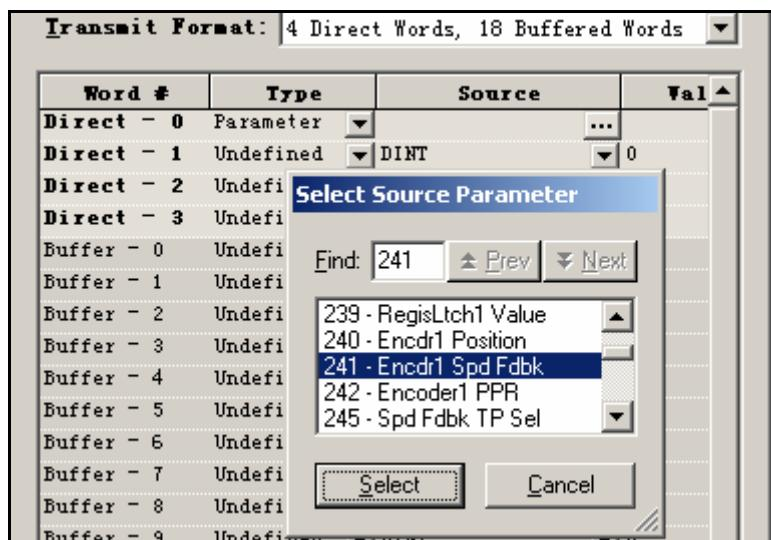

图 6-25 配置在 Direct Word-0
10) 在 Direct Word-0 一项中，选择 Parameter 作为 Type。然后在 Source 中，点击 ，选择参数 241 [Encdr1 Spd Fdbk]作为 Direct Word 0 的 Source 参数。上述设定的含义是将来自手轮编码器的速度反馈值发送到光纤网络上。Direct Word-0 参数设置如图 6-25 所示。